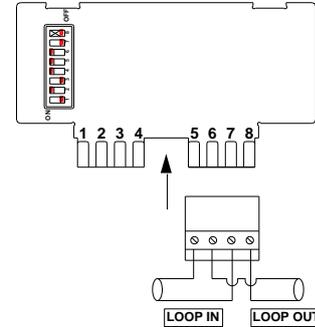

Рис. 2 – ИПР-А-01 схема подключения
2. Выполните подключение к клеммам согласно Рис. 2